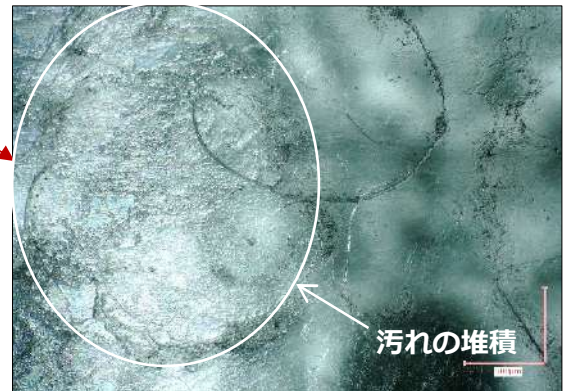

Fig.3 同軸照明
■ デジタルマイクロスコープにて2種類の照明を用いて観察しました。リング照明(Fig.2)は目視に近い色合いで観察ができ、白色円形状のシミが重なるように存在していることが見て取れます。一方、同軸照明(Fig.3)では光の反射を利用して表面の情報が得られ、円形状の内側にも薄っすらと汚れが堆積している様子も見られます。